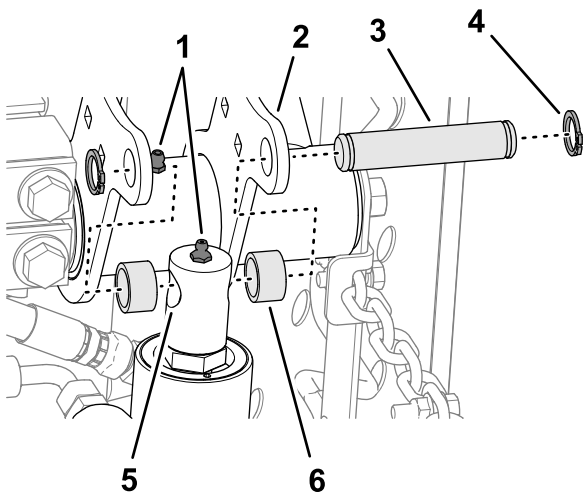

Figure 13
4. Déplacez lentement la tige du vérin de levage jusqu'à ce qu'elle soit alignée sur les trous des brides du bras de levage droit (Figure 13).
5. Fixez la tige sur les brides à l'aide de la goupille de montage, de 2 entretoises et de 2 circlips (Figure 13).
6. Appliquez de la graisse au lithium n° 2 sur le bras de levage et le vérin hydraulique (Figure 13).
1. Alignez les trous dans les plaques du bâti porteur arrière sur les trous des plaques de montage de l'unité de coupe (Figure 13).